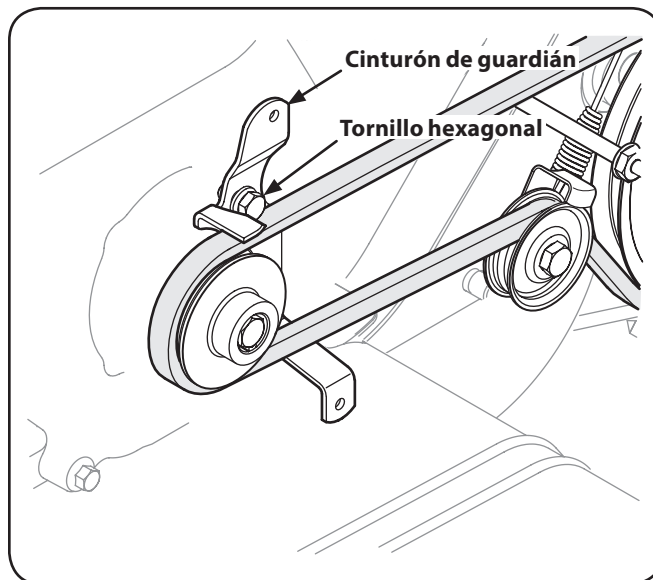

Figura 7-3
4. El uso de un ½" llave, retire el tornillo hexagonal de fijación del cinturón de guardián en el motor. Vea la Figura 7-3.